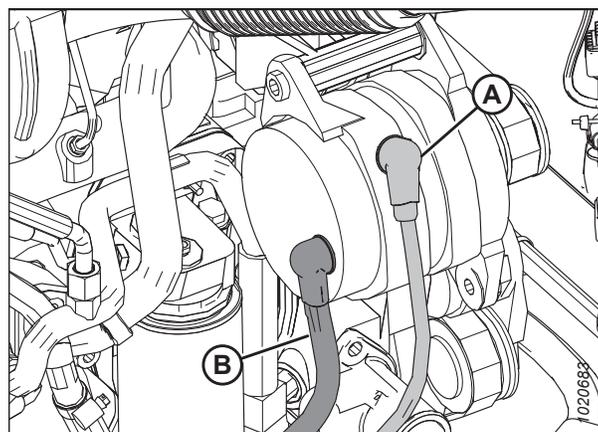

Figure 5.32: Alternateur
- Ne court-circuitez **PAS** les bornes de la batterie ou de l'alternateur et ne permettez pas la mise à la terre du câble (B) positif (+) de la batterie ou du fil de l'alternateur.
- Si les fils sont déconnectés de l'alternateur, reportez-vous à la figure 5.32, page 273 pour assurer une connexion correcte.